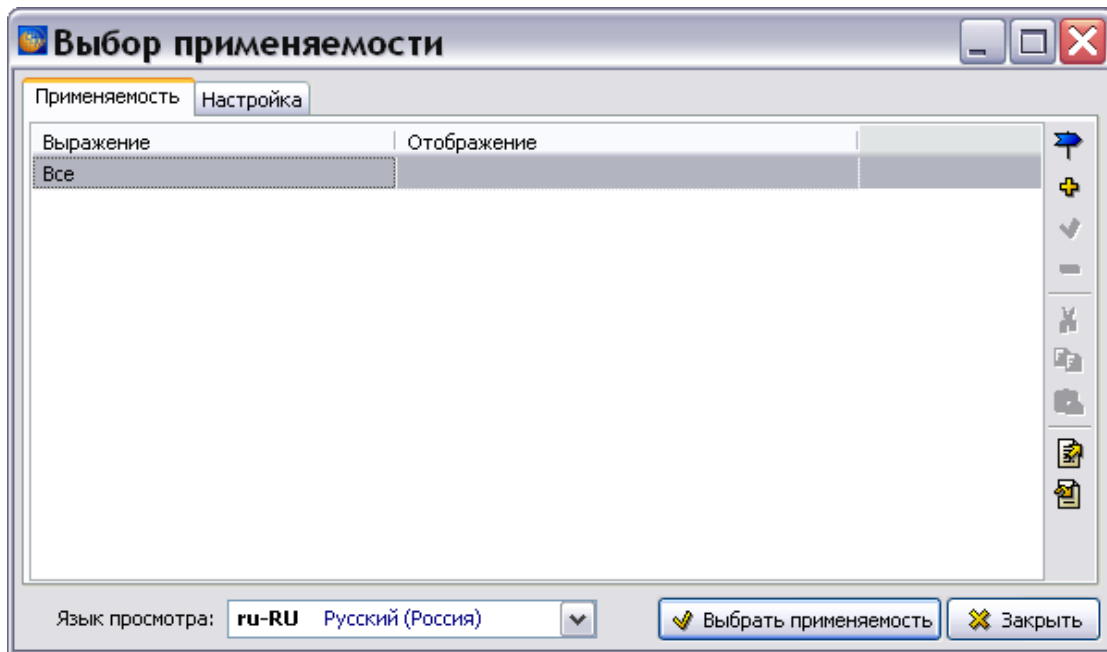

Рис. 22.57
2. Нажмите на кнопку **Выбрать применимость**  на панели инструментов **Объекты**. При этом откроется диалоговое окно **Выбор применимости**, состоящее из двух вкладок (Рис. 22.57):